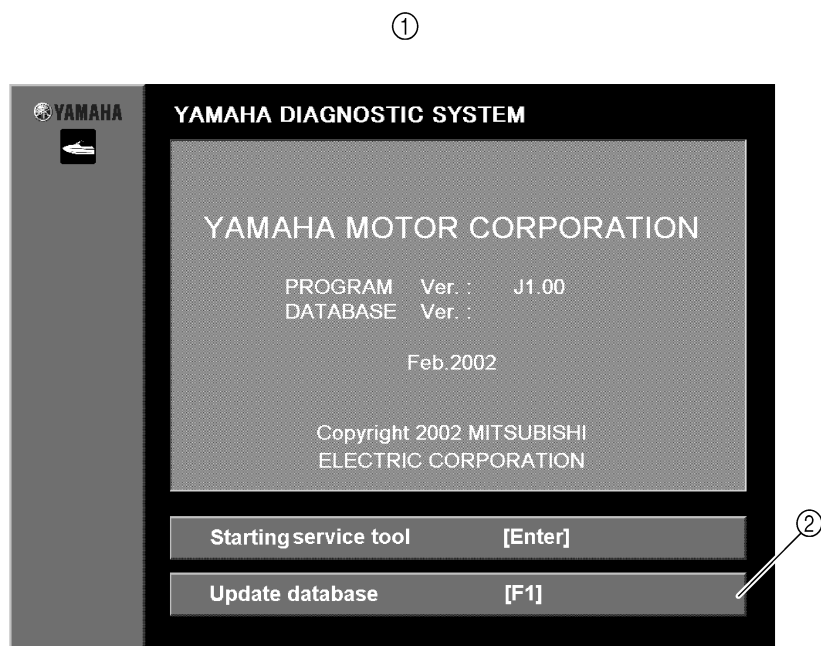

Fig. 12
3. After about three seconds the display will automatically go to the first menu display, or you can click or press any key to go to the first menu. (See fig. 12.)
3. L'écran du premier menu apparaît dès que l'on appuie sur le bouton de la souris ou sur une touche du clavier. Sinon, il s'affiche automatiquement au bout de trois secondes environ (voir la fig. 12).
3. Nach etwa drei Sekunden erscheint automatisch das erste Menü. Sie können auch auf irgendein Feld oder eine Taste drücken, um zum ersten Menü zu kommen. (Siehe Abb. 12.)
3. Después de unos tres segundos, aparece automáticamente el primer menú; también puede hacer clic o pulsar cualquier tecla para ir al primer menú. (Ver fig. 12.)
4. Click the **Update database [F1]** button or press the F1 key on your keyboard. (Fig. 12)
4. Cliquer sur le bouton **Update database [F1]** ou appuyer sur la touche F1 du clavier (Fig. 12).
- ① Premier menu
- ② Cliquer pour mettre à jour la base de données
4. Klicken Sie auf das Feld **Update database [F1]** oder drücken Sie die F1 Taste auf Ihrer Tastatur. (Abb. 12)
- ① Erstes Menü
- ② Klicken Sie auf aktualisieren der Datenbank
4. Haga clic en el botón **Update database [F1]** o pulse la tecla F1 del teclado. (Fig. 12)
- ① Primer menú
- ② Haga clic para actualizar la base de datos